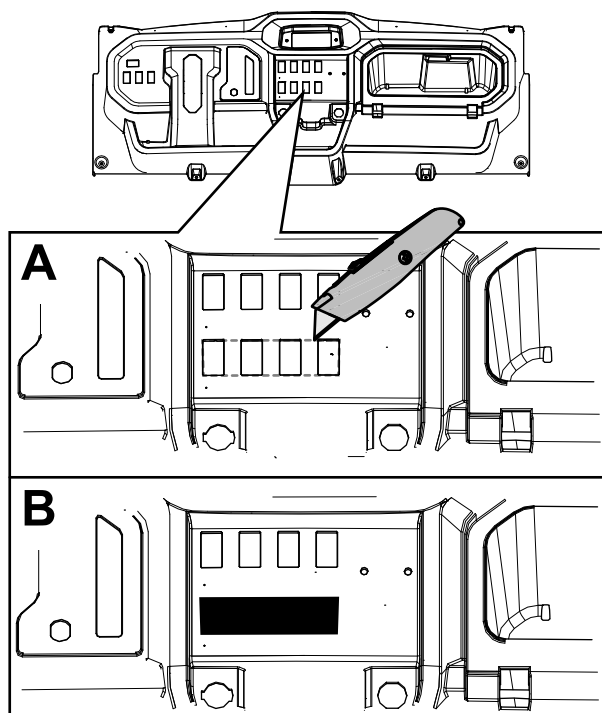

Figura 3
1. Sul cruscotto, rimuovete i 4 connettori dell'interruttore e tagliate il materiale presente tra i ritagli dell'interruttore (Figura 3).